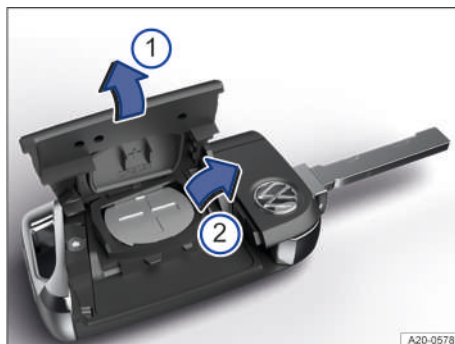

Fig. 63 Llave del vehículo: cambiar la pila de botón (representación esquemática).
- ① Tapa
- ② Pila de botón
2. Desprenda la tapa haciendo palanca → **fig. 63** ①.
3. Extraiga la pila de su compartimento → **fig. 63** ② haciendo palanca → **⚠**.
5. Presione la tapa sobre la carcasa → **fig. 63** ①, → ①.